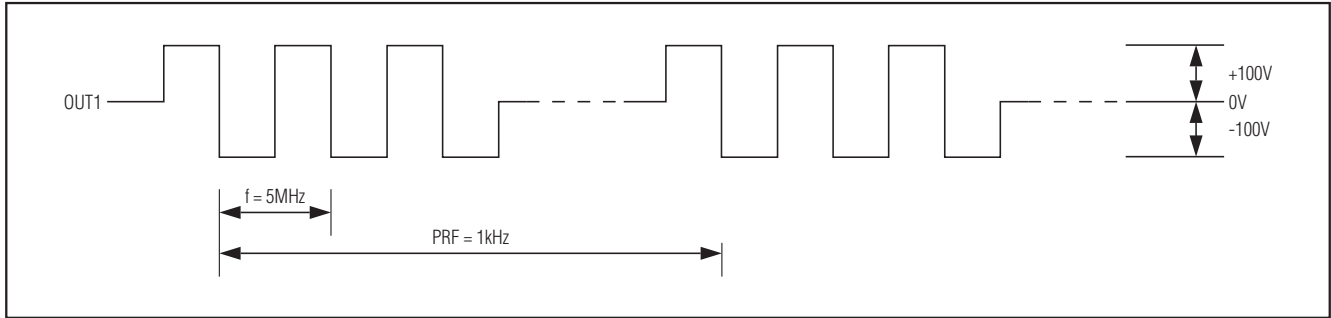

図2. MAX4810のOUT1波形
- 14) OUT1パッドの信号が図2に示された波形と同様であることを確認します。